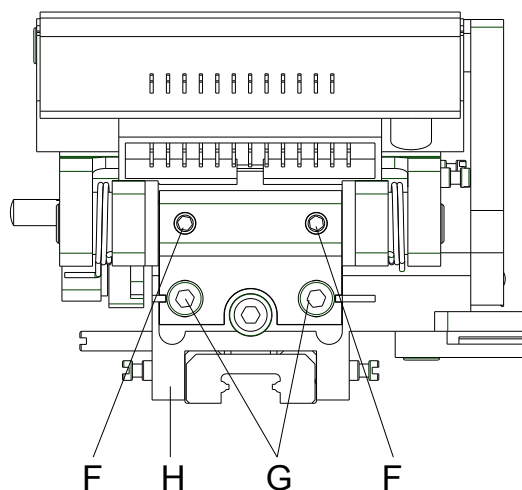

Figure 19
4. Enlever les vis hexagonales (G, Figure 19).
6. Faire des travaux de service nécessaires, p. ex. échanger des ressorts (C) ou le support de tête d'impression.
Le composant peut être divisé plus encore dans ses éléments, en enlevant de l'axe de tête d'impression (D). Pour ce processus, desserrer les chevilles filetées (F). Lors de l'assemblage, respecter le parallélisme des échancrures à côté des vis (G) aux échancrures dans le chariot de guidage (H, Figure 19).